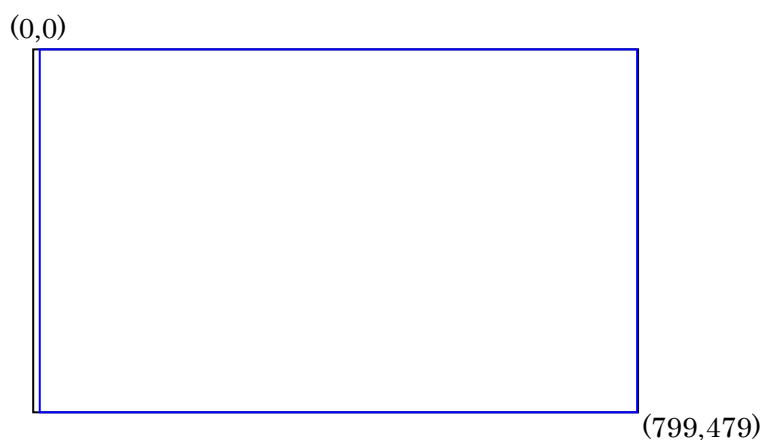

図 12-2
- (2) 周期的に角度 X1 と角度 X2 を 1 度 (ドット) ずつインクリメントし、SIN 値を求め、ライン描画コマンドで、正弦波を描画していきます。
- (3) 角度 X1 が 799 未満の間、(2) を繰り返します。
(4) 角度 1 が 799 以上になったら、以下の様にコマンドを送っています。
- ① X00100031F1E0000000
- ② L031F00031F1DFFFFFF
- ③ L031E03F31F03EF800
① が、画像転送ブロックコマンドです。図 12-2 の青枠で囲んでいるエリア（コピー元始点座標(1,0)、画像サイズ 799×480）を、1 ドット 左（コピー先始点座標(0,0)）にブロック転送します。